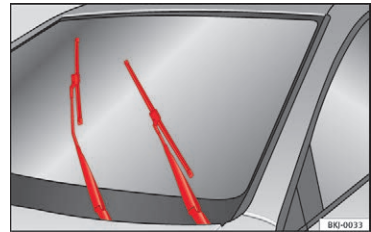

Fig. 74 Viskere i serviceposition
- Tilslut og afbryd tændingen, og tryk derefter (inden der er gået 9 sek.) viskerarmen nedad (kort viskerfunktion). Viskerne kører til serviceposition »» Fig. 74.